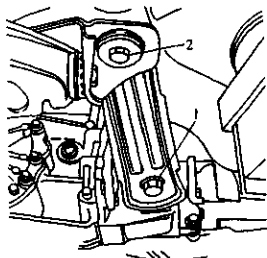

图 3-24 拆下螺栓
- 15) 拆下螺栓 1，并旋松螺栓 2，如图 3-24 所示。